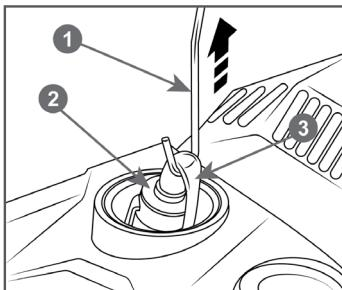

Рис. 22 Обслуживание топливного фильтра
3. Зацепите крючком 2 топливный шланг 3 с фильтром 1 и вытяните через запливную горловину (Рис. 22).